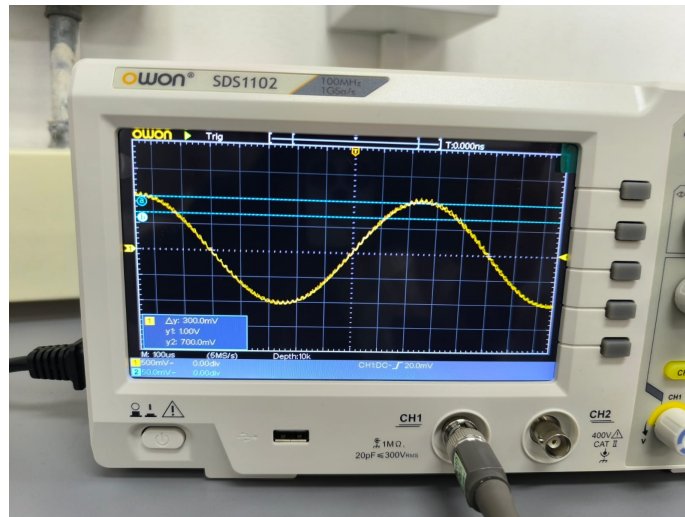
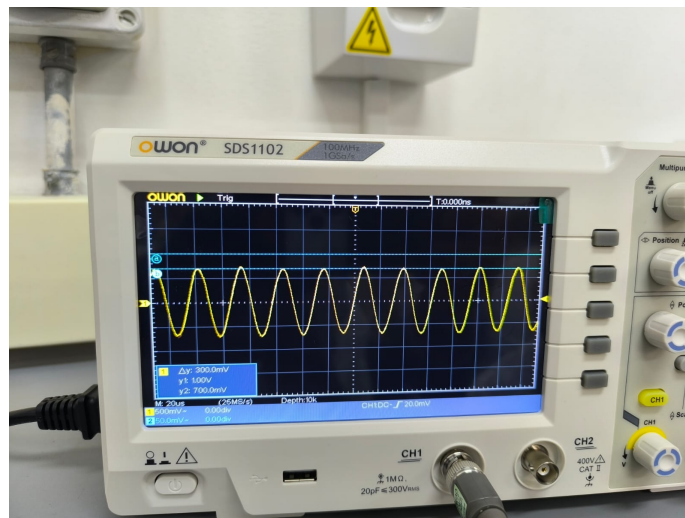

Figura 13: Amplitud de salida a 1 kHz.
Figura 14: Amplitud de salida a 32 KHz.
- En la figura 13 vemos la señal de salida a una frecuencia de 1kHz, luego en la figura 14 podemos observar que a una frecuencia de 32 KHz la señal se ha atenuado al 70.7 % de su amplitud original, siendo esta la frecuencia de corte del ancho de banda.